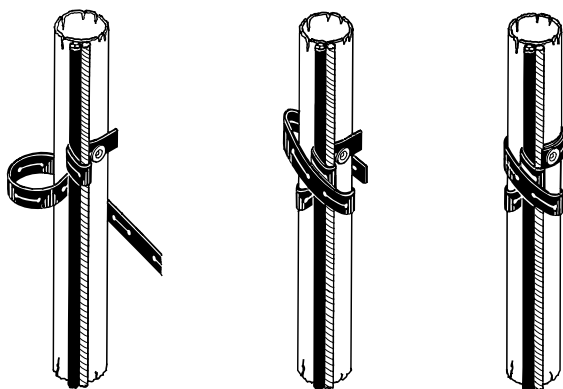

Рис. 16 Крепление кабеля
3. Расположите трос вдоль погружного кабеля, как показано на рис. 16.